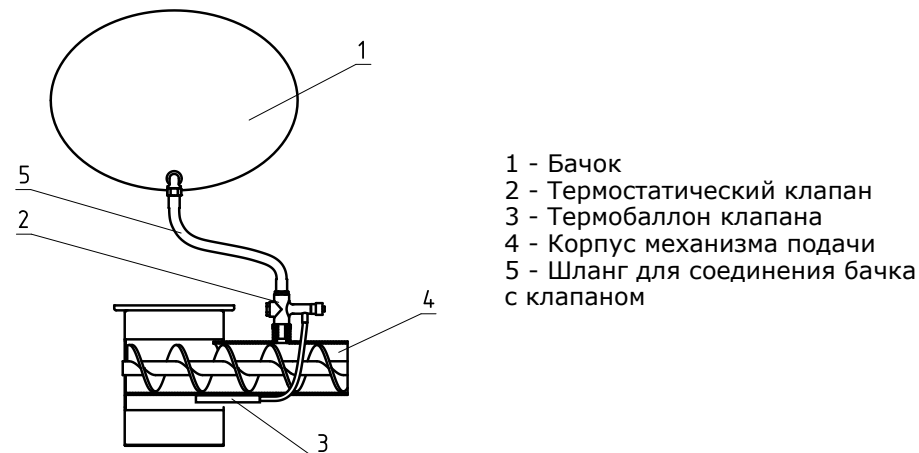

Рис.5 Система охлаждения топливопровода
5.4. Система охлаждения топливопровода (рис.5) состоит из бака для воды (поз.1), термостатического клапана (поз.2) к которому подключается шланг (поз.5), ведущий к бачку с водой. Термостатический клапан имеет термобаллон (поз.3), который устанавливается в специальную гильзу на механизме подачи топлива. При нагреве газ внутри баллона расширяется и открывает клапан, через который вода из бачка поступает в механизм подачи. Перед установкой системы охлаждения топливопровода произвести демонтаж бункера.